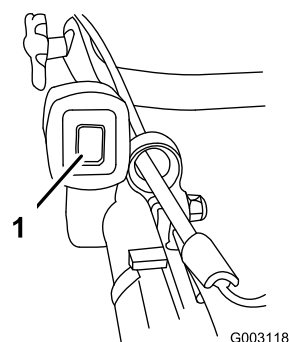

Figure 16
1. Poussez le commutateur d'allumage en position arrêt (Figure 16).